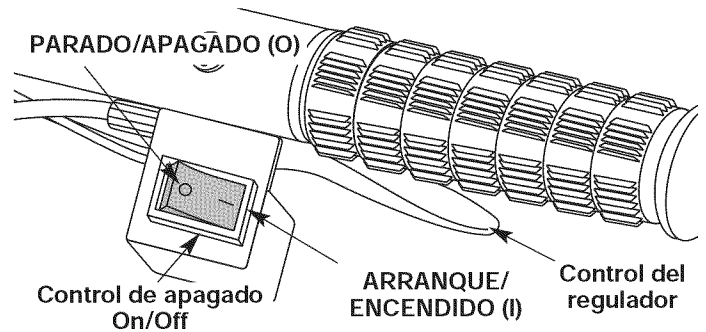

Fig. 6
2. Coloque el control de encendido y apagado On/Off en posición de **ARRANQUE (I)** (Fig. 6).